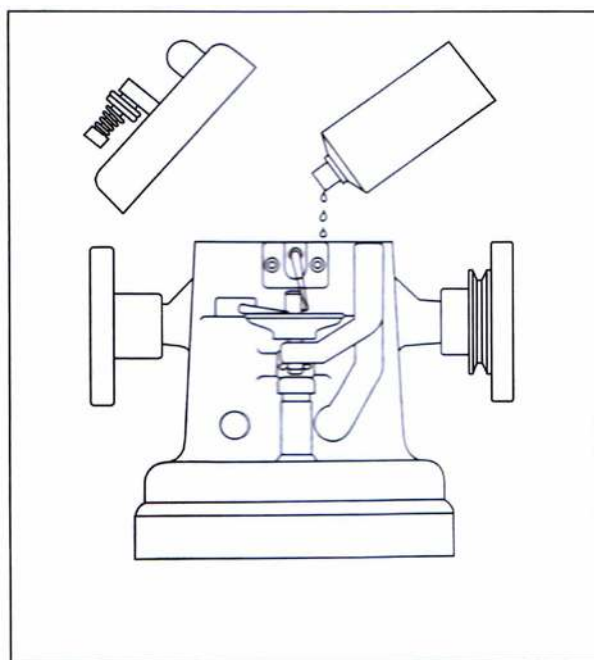

Рис. 2
1) Перед использованием новой или долгое время не использовавшейся машины, сотрите с нее пыль и смазку. Затем проверьте, достаточно ли масла в поддоне. Если необходимо заменить масло, снимите соединяющий винт головки машины и поддерживающей пластины и два поворотных винта под столом, вылейте остатки масла, промойте поддон керосином. После этого затяните снятые винты, откройте верхнюю крышку, залейте свежее масло до уровня, отмеченного полосой (рис. 2).